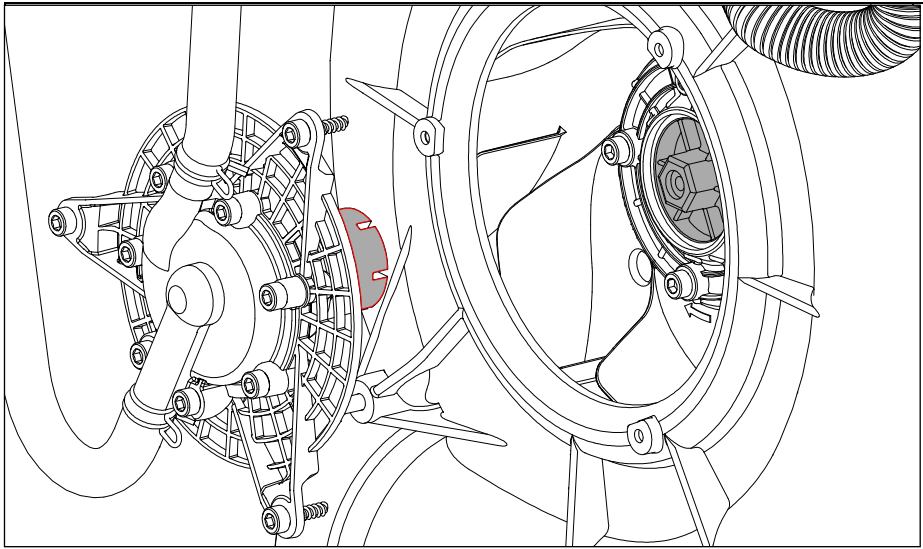

Figura 4 Enchufe bomba en el ventilador
- Monte la bomba enchufando las aberturas presentes en el rotor de la bomba a las varillas del núcleo del ventilador (como es mostrado por **G** en la Figura 4).